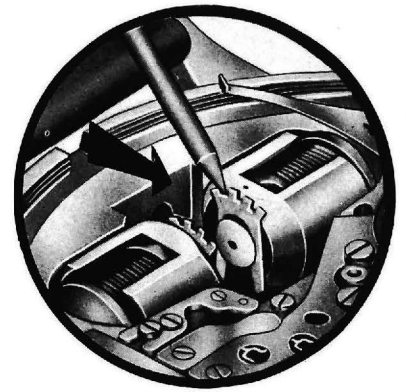

Abb. 29
6. Mit einem Putzholz werden eine oder auch beide Reguliermassen um die Anzahl von Teilungen verschoben, die der gewünschten Korrektur entspricht. Eine Verschiebung nach außen (Abb. 28) erzeugt ein Nachgehen, eine solche nach innen (Abb. 29) ein Vorgehen der Uhr.